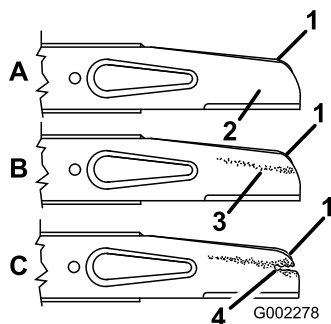

Figura 23
2. Retire o parafuso da lâmina, anilha, acelerador e lâmina (Figura 23).